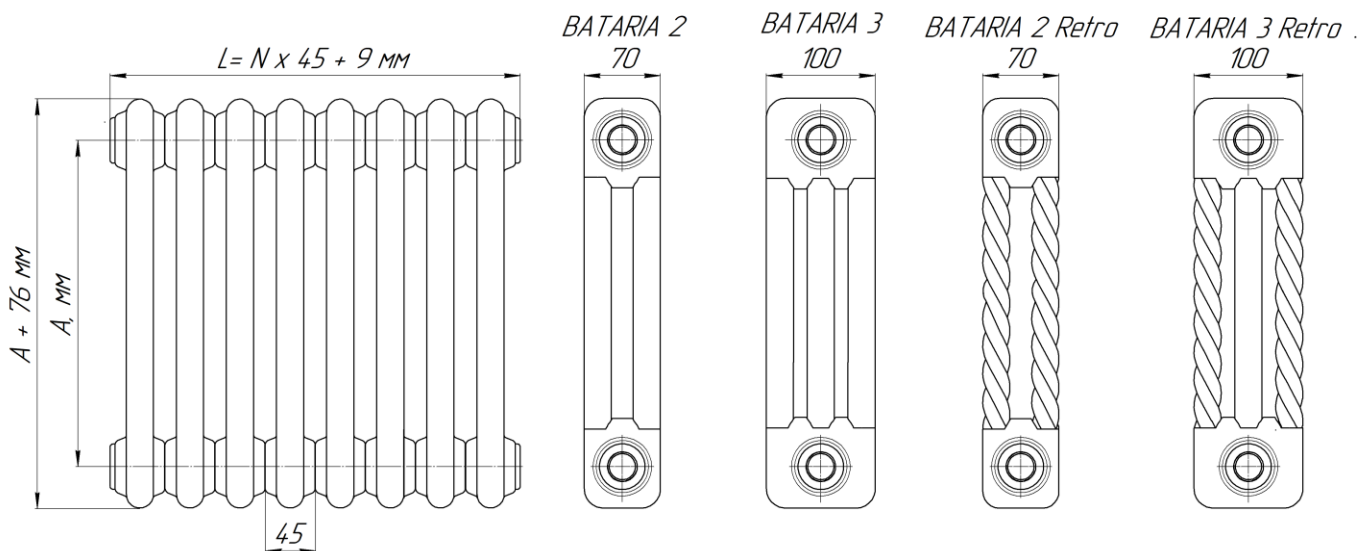

Рис. 1. Радиатор «BATARIA», где: А – межцентровый размер, мм; N – количество секций; L – габаритная длина, мм.
3.1. Основные размеры и параметры радиаторов приведены на Рис. 1 и в таблице.